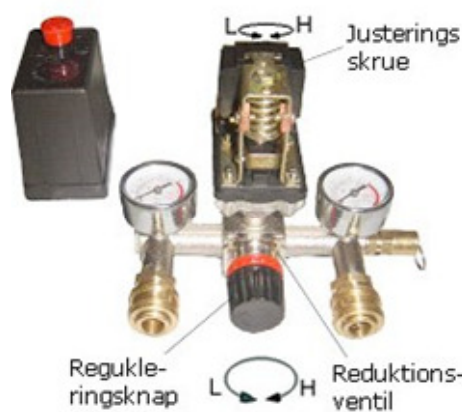

Fig.3
- 1) Kompressoren styres af automatikken ved normal brug. Den stopper automatisk når trykket stiger til maksimum og genstarter når trykket falder til minimum. Det nominelle tryk er indstillet fra fabrikken. Vær forsigtig med at ændre det. Når motoren slukkes skal trykluftens I trykrøret lukkes ud gennem luftudtaget under automatikken. Dette er en nødvendig omstændighed for genstart, uden at beskadige motoren. Det nominelle tryk kan justeres ved at dreje på justerings skruen på automatikken (Fig.3).
- 2) Udgangstrykket på trykluftens kan justeres på reduktionsventilen. Træk knappen på reduktionsventilen op, og drej den med uret eller mod uret for henholdsvis at øge og reducere trykket (Fig.3).